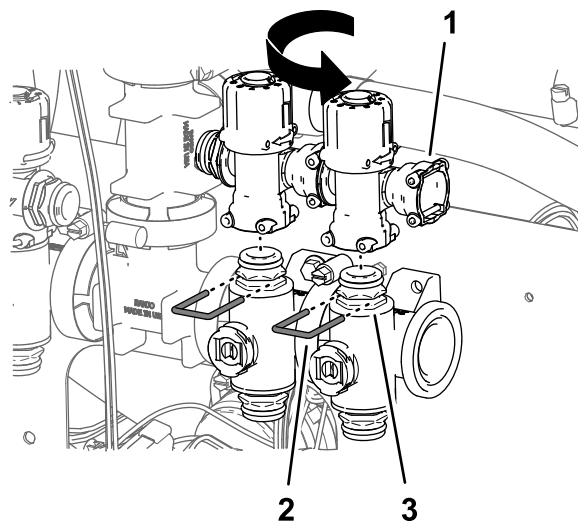

图 102
8. 对喷嘴阀 6 和 7 上的旁通阀重复步骤 5 和 7 图 102。